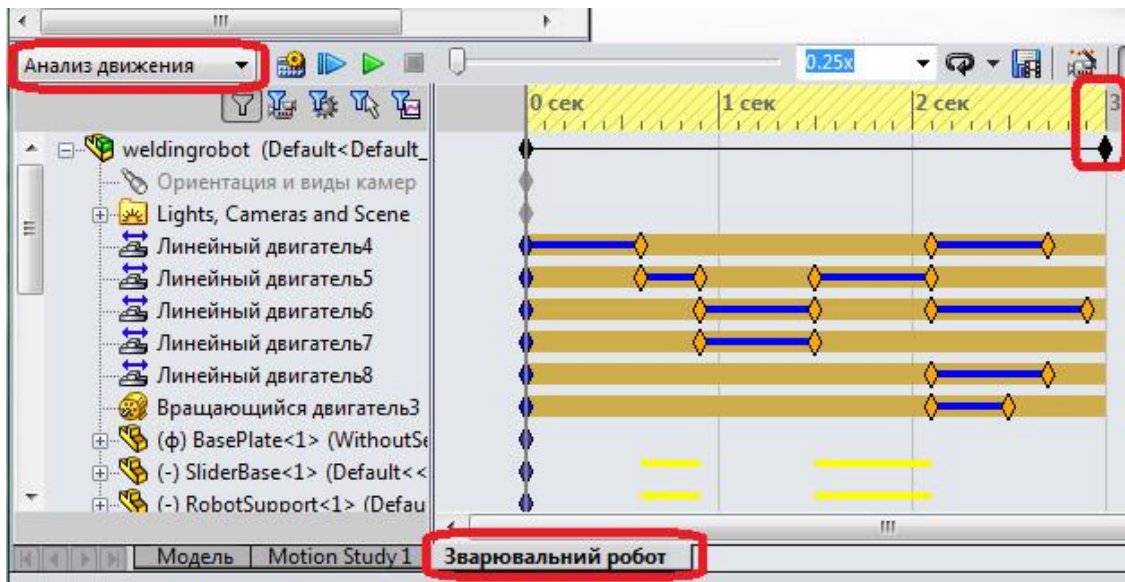

Рис. 4. Налаштування дослідження
2.3. Встановити час дослідження 3 секунди. Оцінюємо в першому наближенні тривалість процесу як 3 с, для чого встановлюємо ключову точку на шкалі часу в відповідне положення (див. рис. 4)